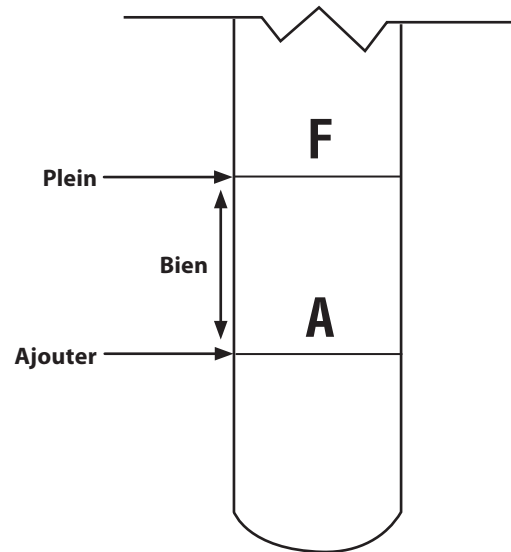

Figure 6-2
1. Enlevez la jauge et vérifiez le niveau. Voir la Fig. 6-2.
7. Retirez le tube de remplissage/jauge d'huile à transmission du réservoir et versez LENTEMENT l'huile dans le réservoir. Remplissez le carter de transmission jusqu'à ce que le niveau d'huile atteigne la marque « plein » (« FULL ») sur la jauge. Voir la Fig. 6-2.